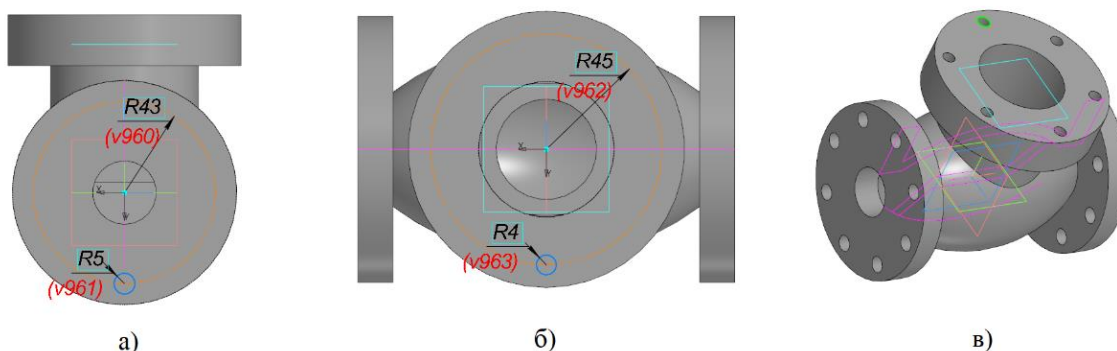

Рисунок 17 – Создание отверстий на поверхностях фланцев
Выделите построенный элемент и создайте массив по концентрической сетке общим количеством 8 копий (рисунок 17в).
10. Аналогичным образом (см. п. 9) создайте на поверхности верхнего фланца окружность диаметром 8 мм с центром на расстоянии от центра фланца – 45 мм (рисунок 17б).
Выделите построенный элемент и создайте массив по концентрической сетке общим количеством 6 копий (рисунок 17в).